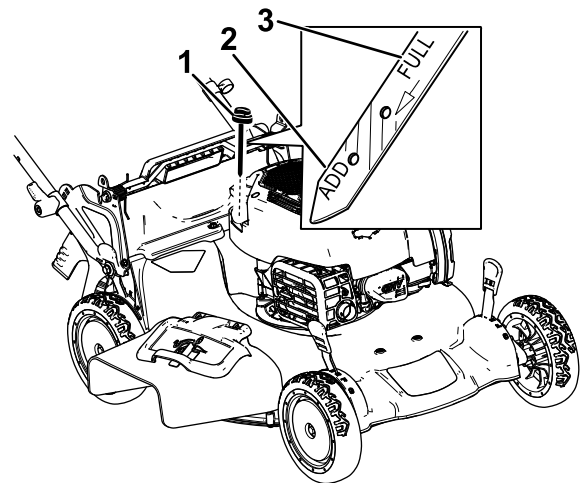

Figura 31
3. Girate il tappo in senso antiorario ed estraete l'asta di livello (Figura 31).
10. Controllate il livello dell'olio sull'asta (Figura 31).